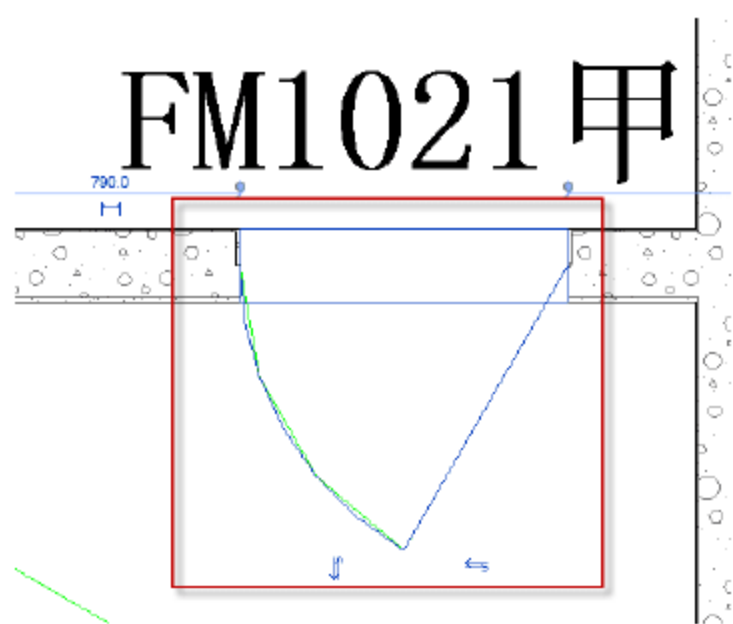
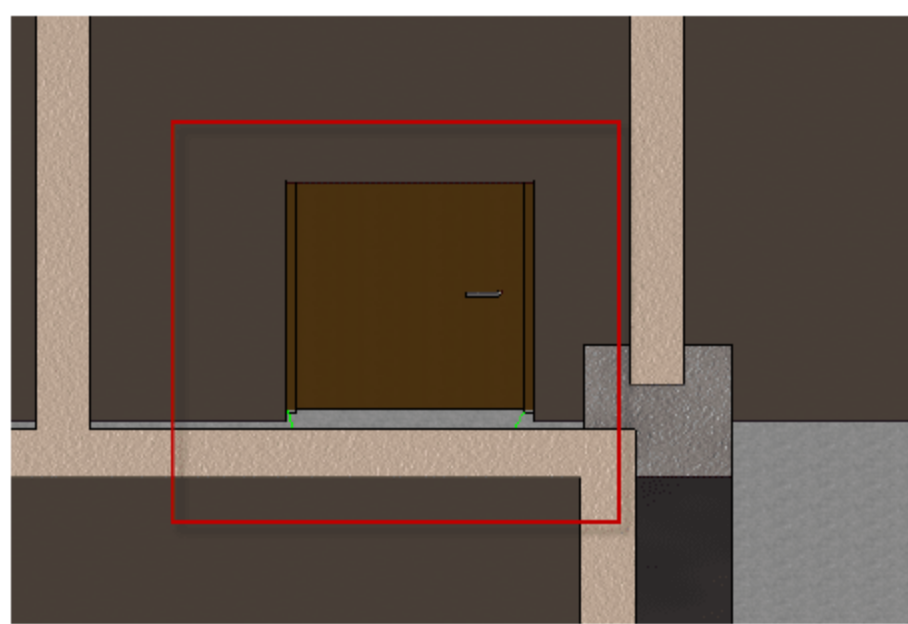

图 9.3.4 完成“FM1021 甲”族的插入
图 9.3.5 3D 效果图
(4) 完成“FM1021 甲”族的插入，如图 9.3.4 所示，3D 效果如图 9.3.5 所示。